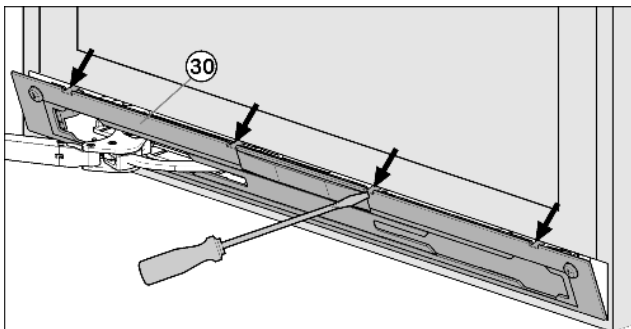

Fig. 11
- ▶ Выведите накладку Fig. 11 (30) из зацепления и снимите ее с помощью шлицевой отвертки.